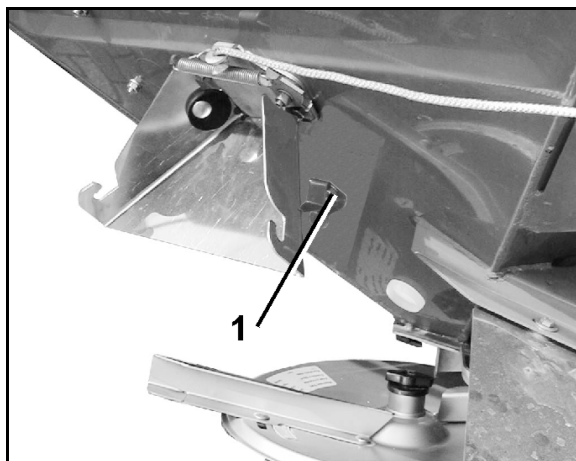
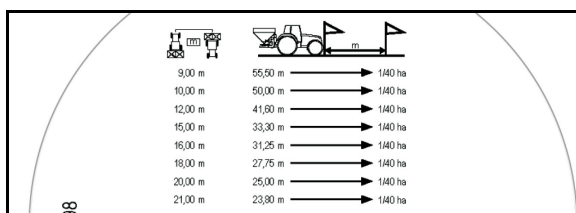

Fig. 67
Fig. 68
1. Accrochez l'auget d'étalonnage (Fig. 68/1) à l'aide de l'étrier (Fig. 682) sur la goulotte de sortie (Fig. 68/3). Enclenchez l'auget d'étalonnage dans le dispositif de blocage (Fig. 68/4 et Fig. 67/1).
2. Ouvrez complètement la trappe latérale (Fig. 68/5) de la goulotte de sortie pendant 5 s environ à l'aide d'un câble (Fig. 68/6) (pour assurer un flux régulier de l'engrais). Reversez ensuite dans l'épandeur la quantité d'engrais récupérée.